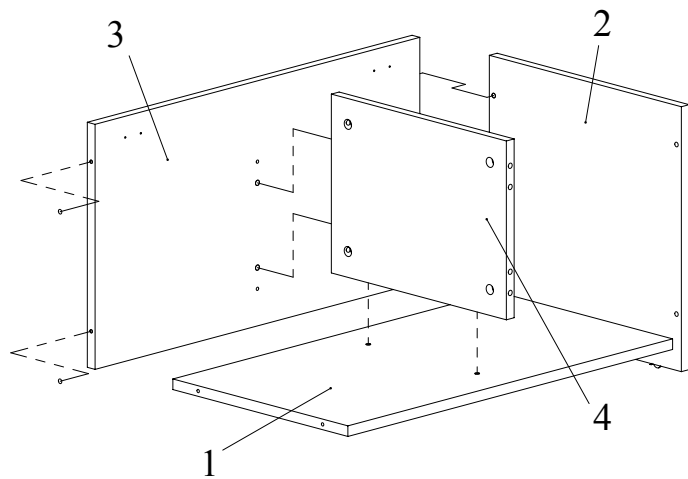

Рис.4
4. Установить боковину 4 на заднюю стенку 3 и зафиксировать, повернув конфирматным ключом головки минификсов по часовой стрелке до упора; при помощи конфирматов 7x50 скрепить дно 1 и боковину; соединить конфирматами 7x50 боковину 2 с дном 1 и с задней стенкой 3 (Рис. 4).